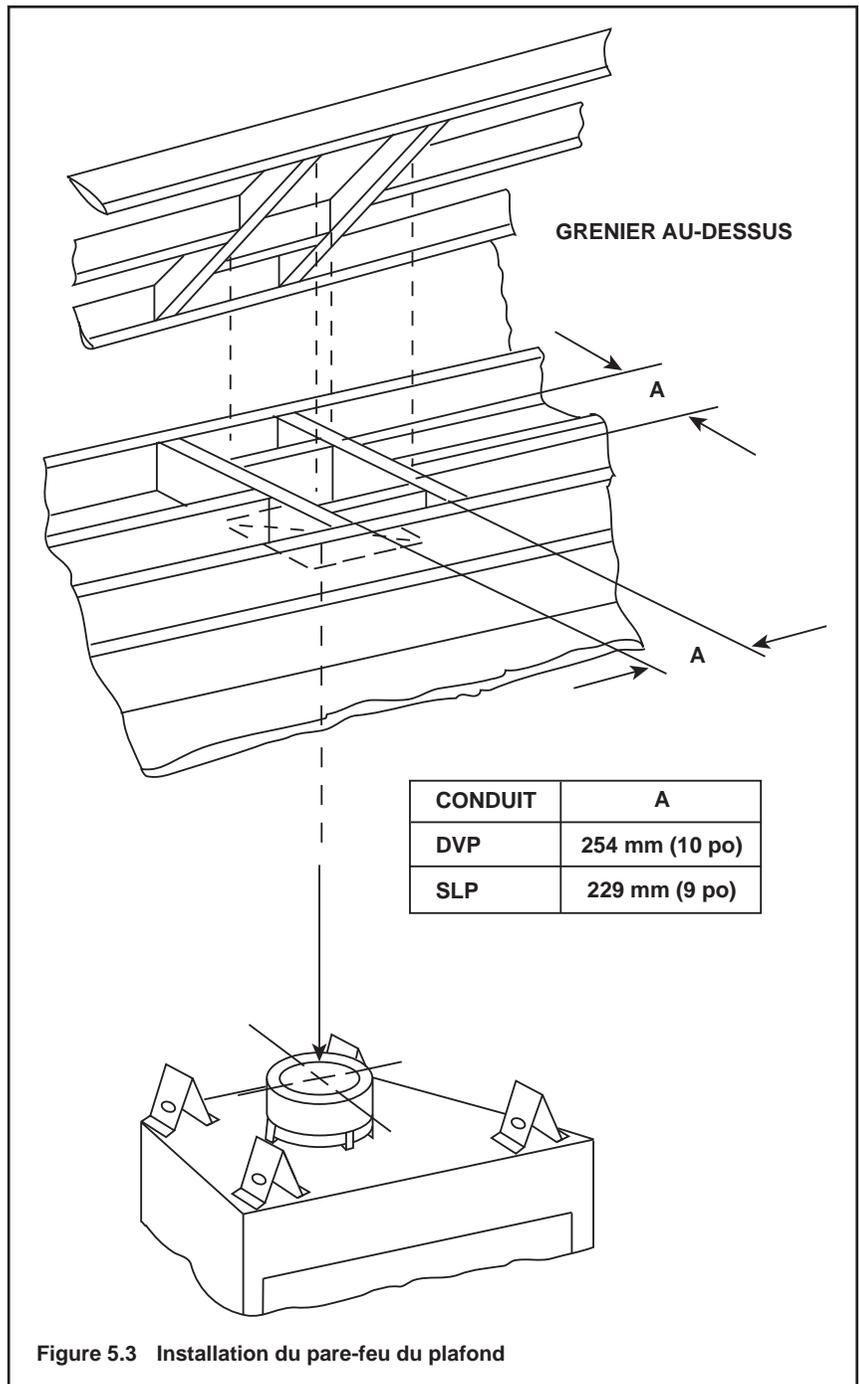

Figure 5.3 Installation du pare-feu du plafond
- **Conduit DVP seulement** – encadrez une ouverture de 254 mm par 254 mm. (10 x 10 po) quand le conduit d'évacuation traverse un plancher/plafond (voir la figure 5.3).
- **Conduit SLP seulement** – Ouverture du coffrage 229 x 229 mm (9 x 9 po) quand le conduit d'évacuation traverse un plancher/plafond (voir la figure 5.3).